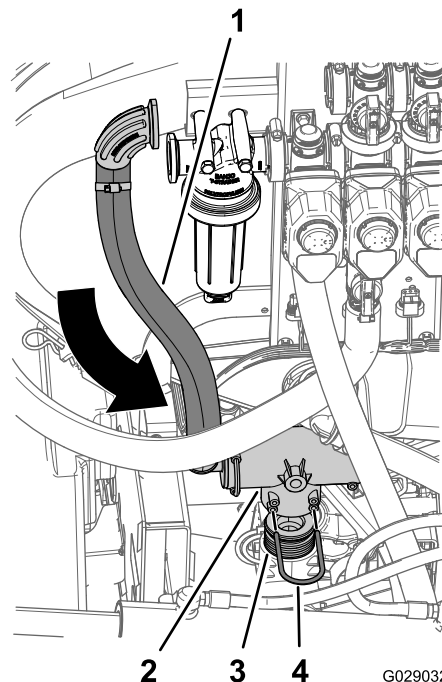

Figura 39
- Disponete l'ingresso e il raccordo a T superiore che avete montato in Montaggio del raccordo a T superiore, del flessibile di ingresso e del flessibile della valvola a sfera \(pagina 20\), come illustrato nella Figura 39.
3. Montate il raccordo a T superiore sul connettore del mozzo e fissate il raccordo e il connettore con il fermo (Figura 39) rimosso nel passaggio 2 della sezione Rimozione del flessibile di ingresso (pagina 19).